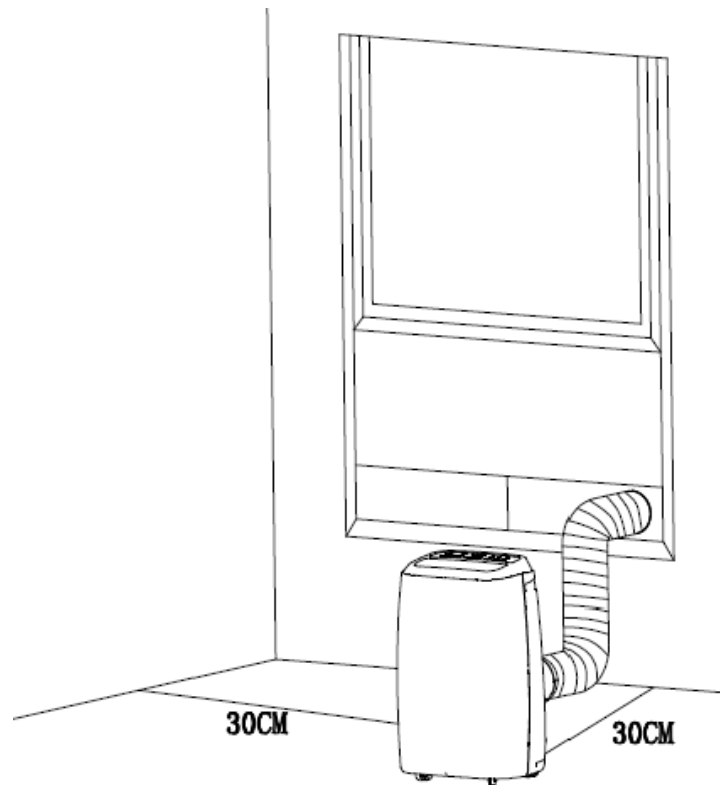

Fig.7
- Maskinen ska installeras på en plan yta och stabil yta. Blockera inte luftuttaget, och det önskade avståndet ska vara minst 30 cm. (Se fig.7)